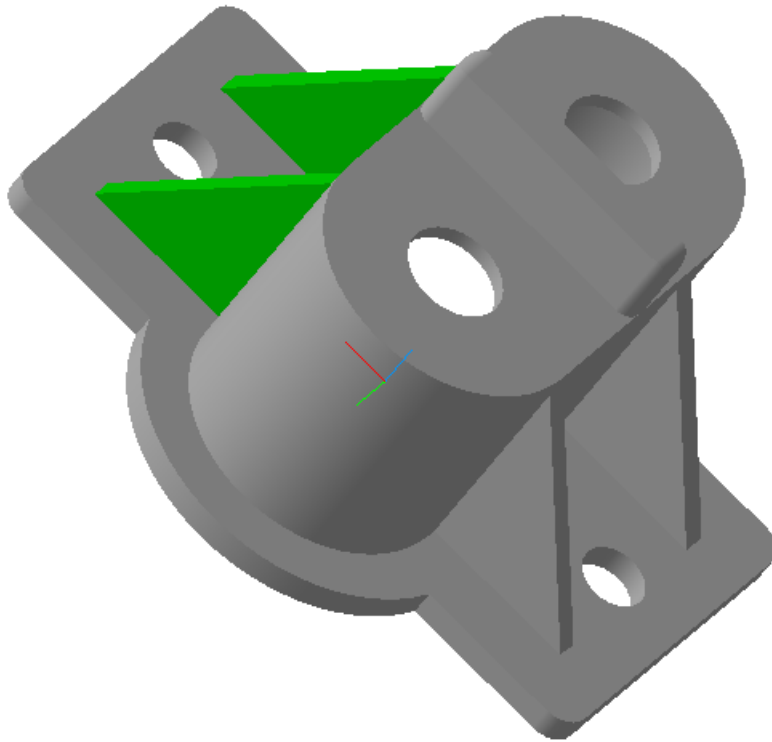

Рис. 42. Вид модели после выполненной команды Зеркальный массив
17. Нажмите кнопку Создать объект . Система выполнит команду (рис. 42).